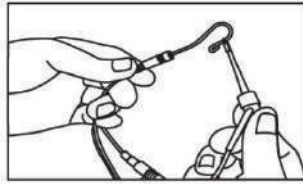

Figura 3
- e. Ponga el gancho labial en contacto con el cable doblado de la carpeta [como se muestra en la figura 3] para asegurarse de que todas las barras indicadoras se muestran en la interfaz de la aplicación y el número ' - 3 ' se muestra constantemente, de lo contrario la carpeta o el cable de medición está dañado y debe ser reemplazado.